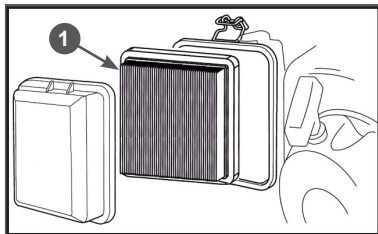

Рис. 13 Обслуживание воздушного фильтра
2. Извлеките из корпуса воздушного фильтра бумажный фильтрующий элемент (Рис. 13).